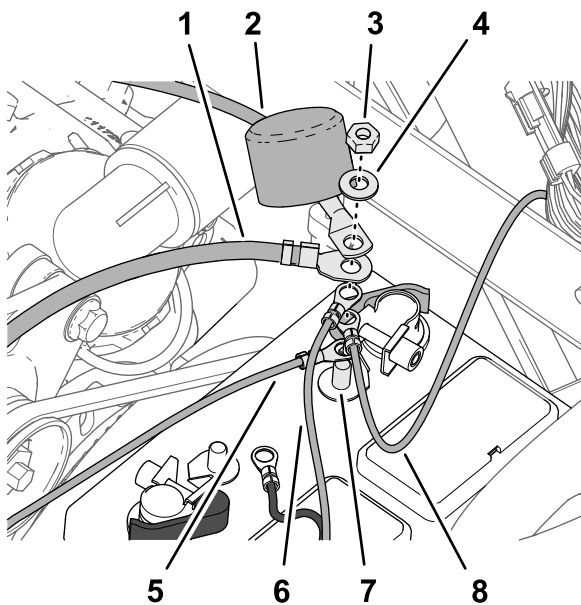

图213
2. 按照以下顺序将以下电线和接线端子连接至正极电池端子图213的螺纹柱上
4. 将启动马达正极电池接线的绝缘盖放到螺纹柱的正上方图213。